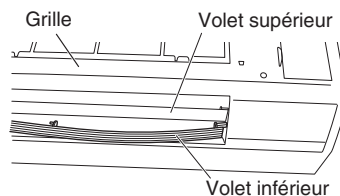

Fig. 3-14
- (5) Enlever le volet inférieur en désengageant ses 4 goupilles dans l'ordre. (Figs. 3-14 et 3-15)